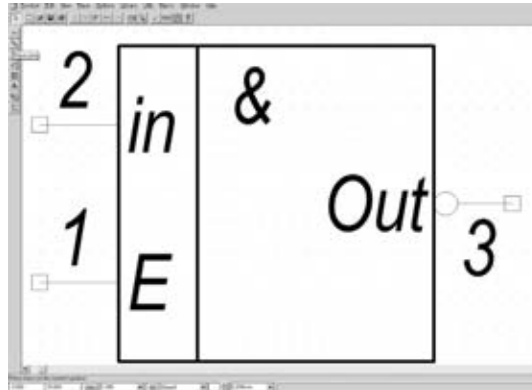

Рис.2.2.13
- Выполнить команду **Place Text** (Нанесение надписи). Перевести курсор в точку с координатами (16, 22) и щелкнуть ЛК. Откроется диалоговое окно Place Text, в нем в поле Text набрать символ &. В зоне Justification (Выравнивание) установить точку в центр по осям X и Y. В списке стилей текста Text Style выбрать стиль PartStyle. Нажать кнопку Place (рис. 2.2.13).